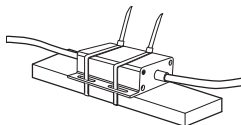

図7
- Place the control box in an appropriate position according to the surroundings as shown in Figure 7. Do not install the control box in a high-temperature area, an area with moving parts, or an area that may interfere with other moving parts.
- ヘッドランプ灯具周辺の適切な場所に付属の結束バンドまたはステーを使用してコントロールボックスを固定します(図7参照)。高温になる場所、振動するパーツがある場所、振動するパーツに干渉する場所にはコントロールボックスを取り付けしないでください。
- 根据周围环境，将控制盒置于适当位置，如图7所示。请勿将控制盒安装在图-6具有活动零件的高温区域，或安装在可能会干扰其它活动零件的区域。